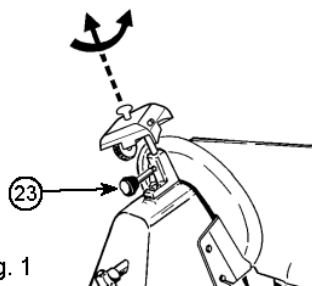

Fig. 1
- Vérifiez que la cloison mobile est fermée (bouton gradué (6) en position "0").
- (13) du module aiguiseur (9).
- Soulever le module aiguiseur (9), en le tournant de 180 ° de sorte que les deux roues soient en position de travail. Voir Fig. 1.
- (9) jusqu'à ce qu'il s'enclenche.
- Fixez le groupe en tournant le bouton de verrouillage (13). Voir Fig.